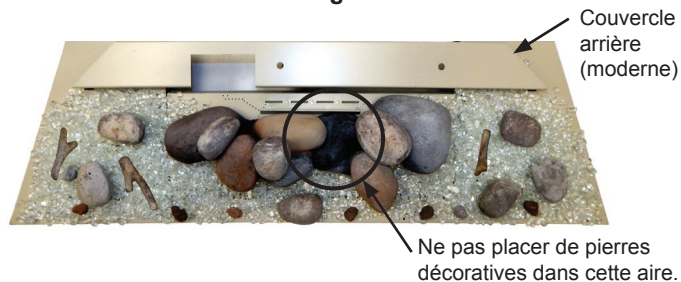

Figure 2
5. Placer les pierres et branches décoratives à votre guise sur le plancher sauf dans les ports du brûleur et du pilote. La **Figure 2** montre l'aire autour du rocher (A) qui devrait demeurer ouverte, sans verre concassé ou pierres décoratives.